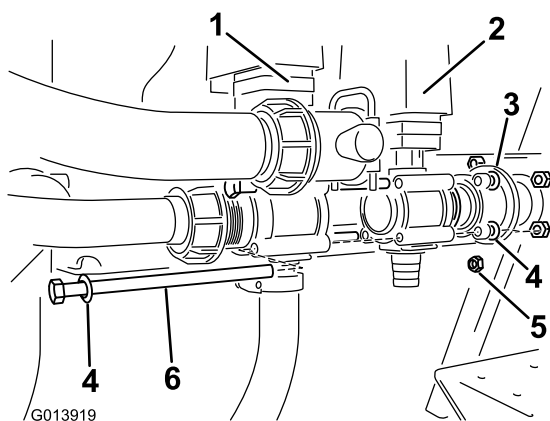

Figura 5
7. Individuate la valvola del nebulizzatore nelle parti sciolte. Montate la valvola in linea, a destra della valvola dell'agitatore (Figura 5).